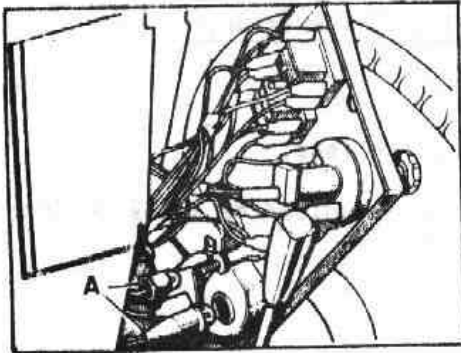

Fig. P-19 Portalámparas y lámpara iluminación panel
- 1.4. Retirar el portalámparas y cambiar la lámpara, A (Fig. P-19) si fuese necesario.
- 1.3. Retirar los dos tornillos, A (Fig. P-19) de sujeción del panel de instrumentos y separar éste del tablero.